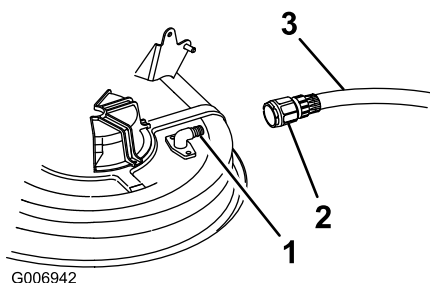

Figura 43
4. Conecte el acoplamiento (no suministrado) al conector de lavado del cortacésped, y abra el grifo al máximo (Figura 43).